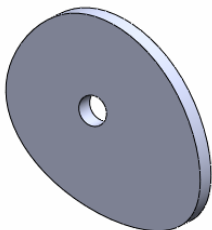
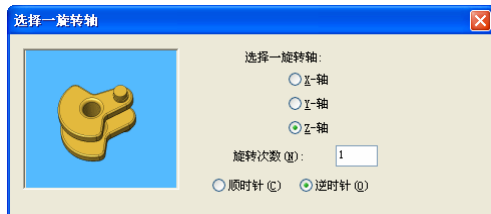

图 13-6 “凸轮”零件
图 13-7 “选择-旋转轴”对话框
- ① 打开零件文件。打开“凸轮”零件，如图 13-6 所示。
- ② 在“选择动画类型”对话框中的“旋转模型”单选按钮，单击“下一步”按钮。
- ③ 弹出“选择-旋转轴”对话框，如图 13-7 所示，在对话框中选择旋转轴为“Z 轴”，旋转次数为“1”，逆时针旋转。单击“下一步”按钮。